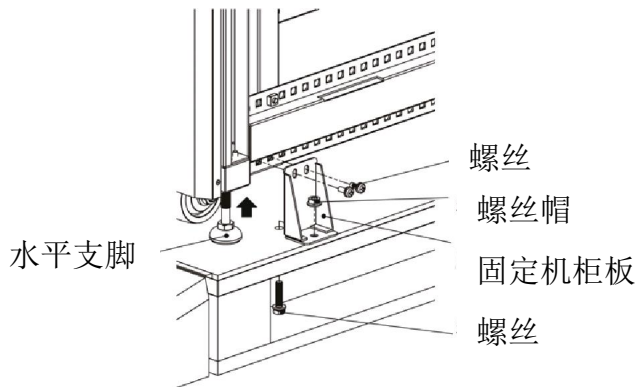

图 2-4
4. 拆下 4 个机柜固定板，并以反时针方向旋松水平支脚。最后将机柜由栈板上移下。如图 2-4 所示。